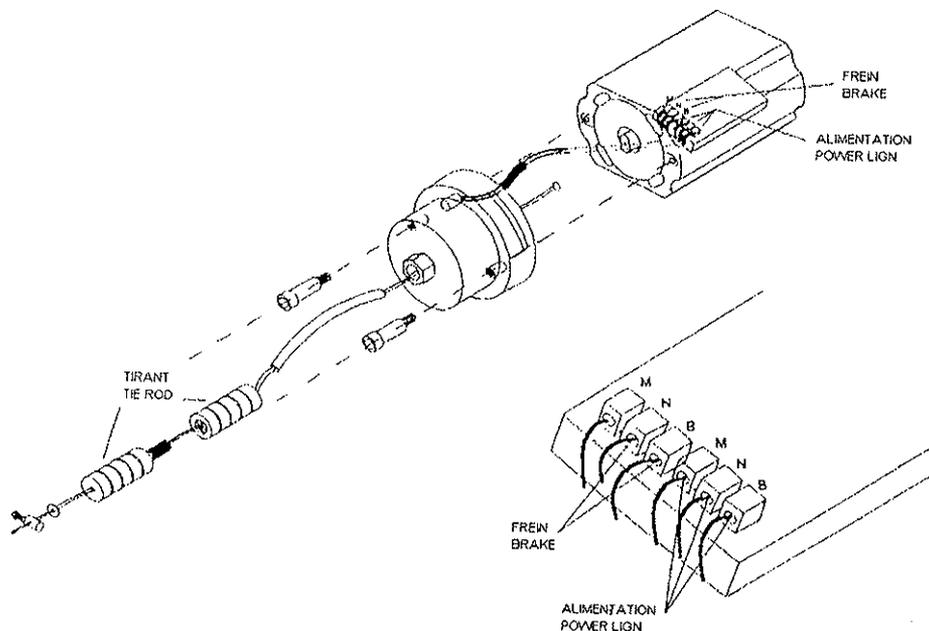

Fig. 4
- Positionner le « bloc frein » en prenant soin d'engager le férodo sur l'arbre du moteur électrique voir Fig. 4